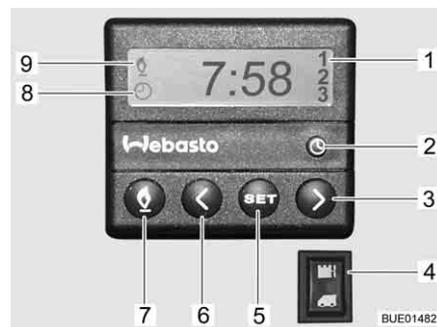

Bild 197 Bedieneinheit für Standheizung
- Taste (Bild 197,7) drücken. Der Heizbetrieb wird durch das Symbol (Bild 197,9) angezeigt. Das Gebläse wird erst bei einer Kühlwassertemperatur von 30 °C zugeschaltet.
- Taste (Bild 197,7) drücken. Das Symbol (Bild 197,9) erlischt.
- Schalter (Bild 197,4) unten drücken. Motor wird vorgewärmt. Das Gebläse wird sofort zugeschaltet.
- Schalter (Bild 197,4) oben drücken. Motor bleibt kalt.
- Taste (Bild 197,2) drücken. Die Uhrzeiteinstellung wird durch das Symbol (Bild 197,8) angezeigt.
- Mit den Tasten (Bild 197,3 und 6) die Uhrzeit einstellen.
- Taste (Bild 197,5) drücken.
- Innerhalb von 10 Sekunden mit den Tasten (Bild 197,3 und 6) die Einschaltzeit einstellen.
- Taste (Bild 197,5) so oft drücken, bis die gewünschte Programmnummer (Bild 197,1) im Display angezeigt wird.